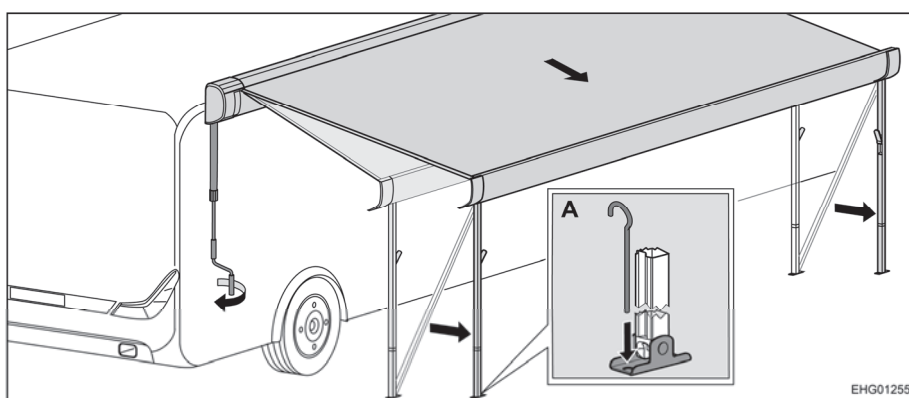

Fig. 22 Collocazione della tenda nella posizione finale
- Servendosi di puntelli, fissare a terra i montanti di supporto (Fig. 22,A).